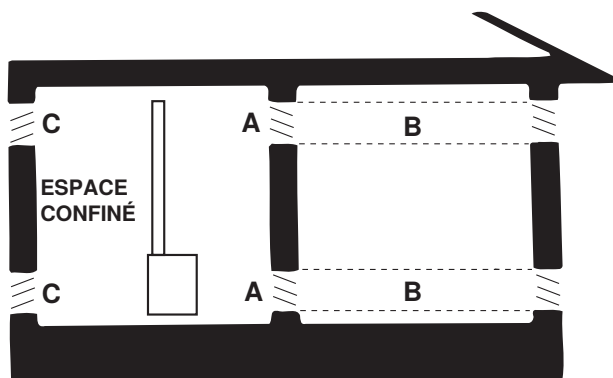

Figure 4. Ouvertures d'air de combustion d'un espace clos (reportez-vous au Tableau 6)
Les unités standard sont conçues pour prélever l'air de combustion de l'espace dans lequel l'unité est installée et ils ne sont pas conçus pour être branchés à des conduits d'entrée d'air de combustion extérieur. Les unités standard doivent être alimentées avec l'air qui entre dans le processus de combustion et est ensuite évacué vers l'extérieur. L'air qui entre dans la zone d'installation de l'équipement doit être suffisant pour remplacer l'air évacué par le système de ventilation de l'appareil de chauffage. Dans tous les cas, un approvisionnement d'air suffisant est requis pour éviter la création d'une pression négative dans la pièce ou l'espace qui contient l'équipement. Les exigences d'air de combustion et d'air de ventilation varient selon que l'appareil est installé dans un espace clos ou non clos. Un espace **clos** est défini comme étant un espace dont le volume est <50 pieds cubes par 1,000 BTU/h de capacité nominale de l'appareil installé. Un espace **non clos** est défini comme étant un espace dont le volume est ≥50 pieds cubes par 1,000 BTU/h de capacité nominale de l'appareil installé. Pour l'installation en espace confiné d'unités standard, prévoyez des ouvertures (selon la source d'air de combustion) près du plancher et du plafond pour obtenir l'air de ventilation et l'air de combustion montrés à la Figure 4 et donnés au Tableau 6.
*Voir Figure 4.